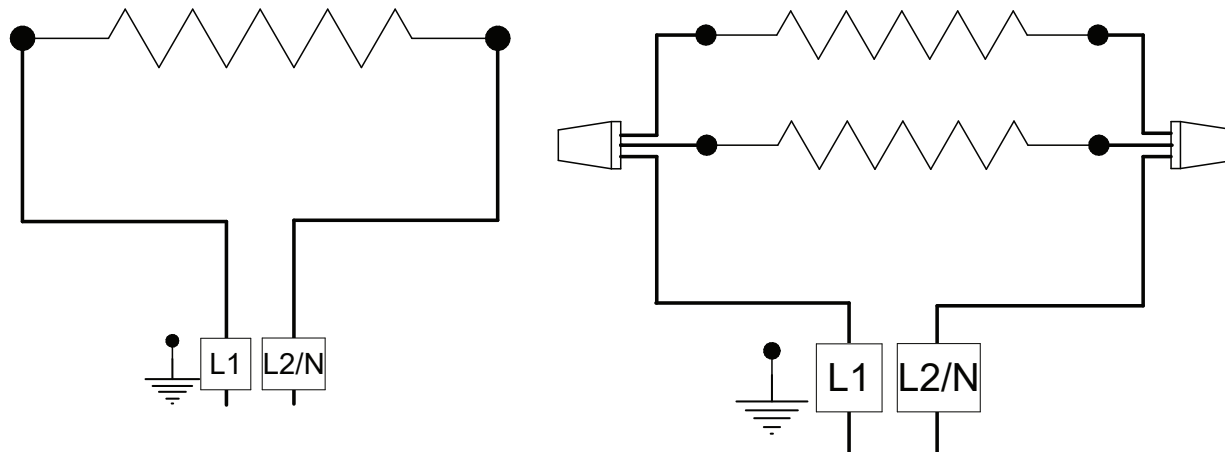

Figure 8 : À gauche, schéma de câblage des modèles 2424, 1448 et 1460. À droite, schéma de câblage du modèle 2448
5. Procéder au câblage électrique selon la (Fig.8).